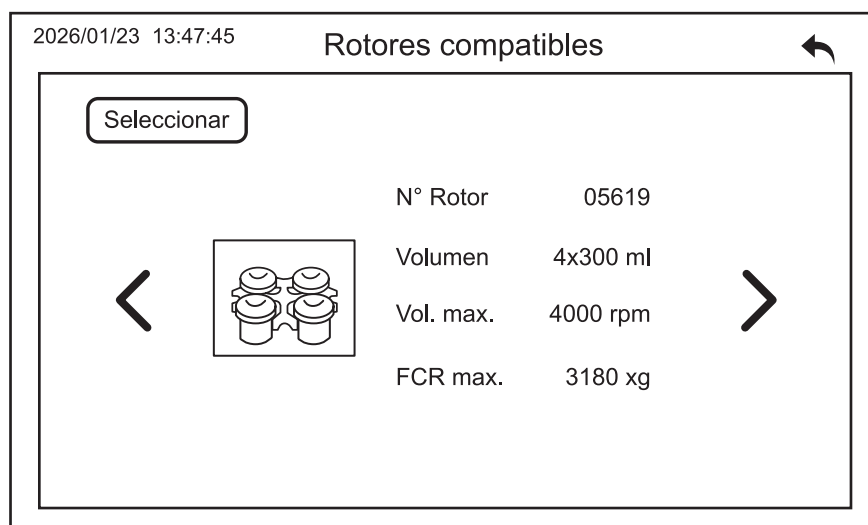

Figura 27.
- b) Pulse los botones < > en la pantalla (Figura 27) para seleccionar el número de rotor deseado y su especificación, a continuación.